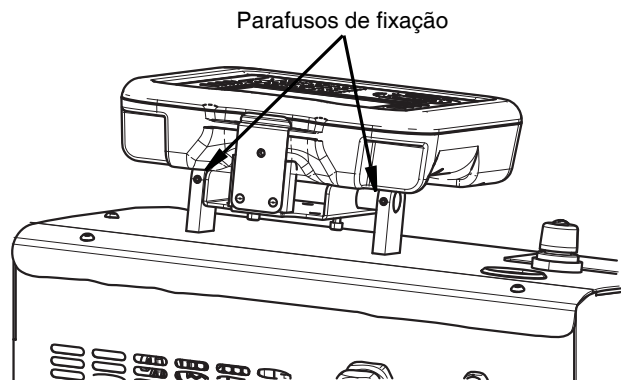

FIG. 12
1. Desaperte os dois parafusos de ajuste nos suportes de montagem do ADM usando uma chave sextavada de 2,5 mm. Consulte a FIG. 12.